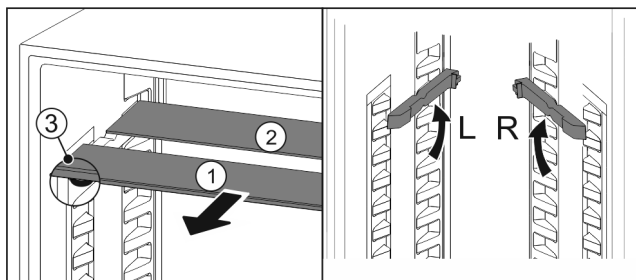

Fig. 98
- Trekk glassplatene enkeltvis fremover og ut Fig. 98 (1).
- Glassplate Fig. 98 (1) med pyntelist ligger foran.
- Stopper Fig. 98 (3) peker nedover.